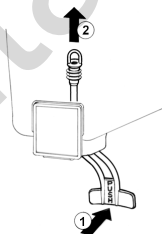

Bild 2
4 Ausschlauchventil: den Betätigungshebel des Hahns drücken (1) und den Gummischlauch aus der Auslauföffnung des Behälters lösen (2) (Bild 2).